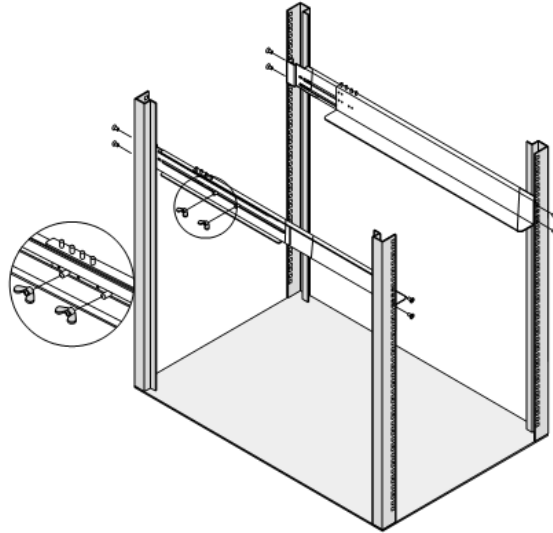

Abbildung 7. Montage der Schienen
6. Lösen Sie die Flügelmuttern an beiden Schienensätzen und passen Sie die Schienengröße an die Tiefe Ihres Racks an (siehe Abbildung 7).